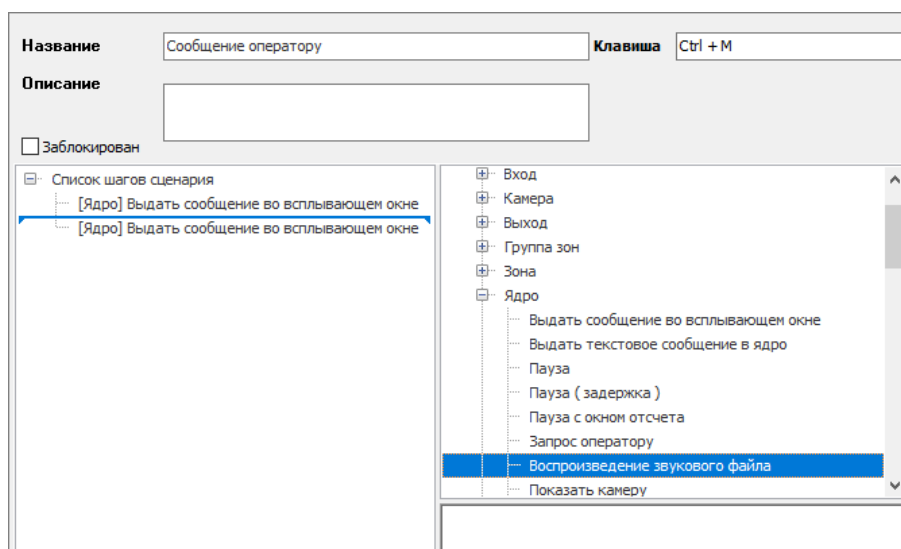

Рисунок 6-623 Добавление шага сценария в список шагов сценария перетаскиванием
- нажмите левой клавишей мыши на шаг сценария в списке возможных шагов сценария и, удерживая левую клавишу мыши нажатой, перетащите этот шаг сценария в список шагов сценария в ту позицию списка шагов сценария, в которую необходимо поместить добавляемый шаг сценария (см. Рисунок 6-623), и отпустите левую клавишу мыши.